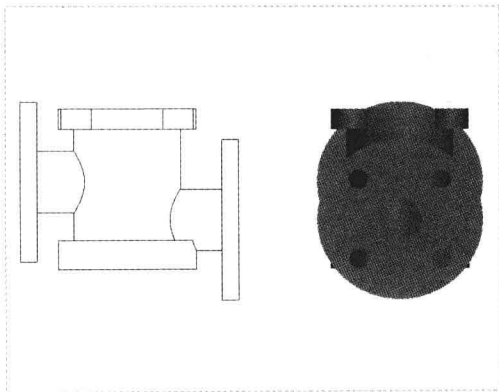

图 12-31 插入辅助视图
Step 04 移动鼠标指针至图形右方的合适位置，单击鼠标左键，即可插入辅助视图，如图 12-31 所示。